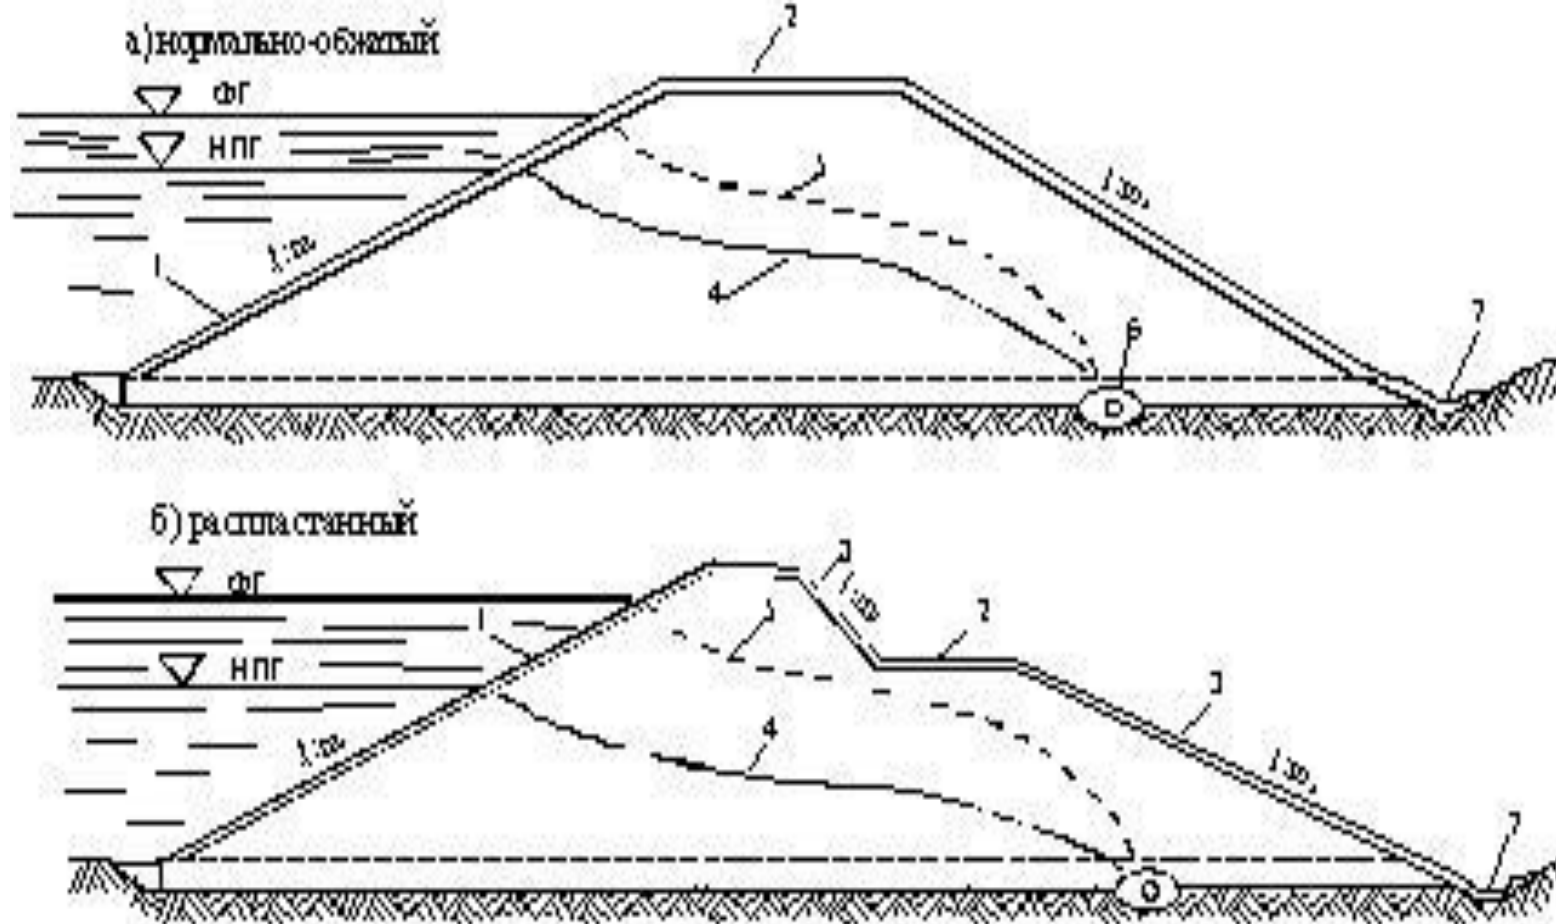

Рис. 1. Схематические профили незатопляемых дамб:
В поперечном сечении защитные дамбы имеют обычно **трапецеидальную форму**, по существу мало чем отличающуюся от профиля земляных плотин. Наиболее типичные профили незатопляемых дамб показаны на рисунке. Первый из этих профилей (рис. 1 а), имеющий **правильную трапецеидальную форму** принимается при постоянном напоре и относительно небольших повышениях горизонта воды (1–1,5 м), когда превышение гребня дамбы над нормальным подпорным горизонтом (НПГ) определяется в основном высотой волны.
- Второй (рис. 1 б), распластанный трапецеидальный профиль дамбы более целесообразен при **значительных подъемах уровня воды над НПГ (2 м и более)**, когда отметка этого гребня дамбы диктуется в основном величиной этого подъема. Дамбы распластанного профиля в указанных условиях позволяют **уменьшать объем насыпи или при том же объеме насыпи уширять тело дамбы в нижней рабочей части и тем самым удалить береговую дренаж на большее расстояние от уреза воды, а следовательно, и уменьшить приток в нее из водоема.**